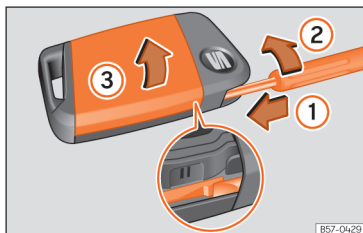

Fig. 46 Cheia cu telecomandă: deschiderea compartimentului bateriei.
- Introduceți o șurubelniță cu cap plat în cheia cu telecomandă prin ghidajul exterior al cheii de urgență, aprox. 1 cm în direcția săgeții » fig. 46 ①.
- Rotiți șurubelnița în sens orar până când capacul se deschide » fig. 46 ②
- Deschideți capacul în direcția indicată de săgeată » fig. 46 ③ și îndepărtați-l » ①.